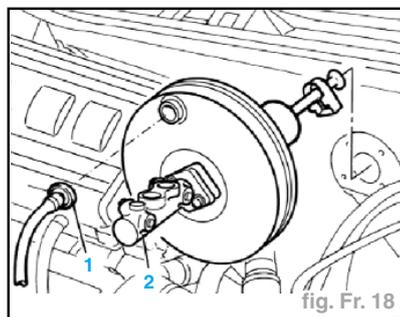

fig. Fr. 18
- Détacher le tuyau de prise dépression de la soupape unidirectionnelle sur le servofrein (1).
- Retirer du compartiment moteur l'ensemble servofrein-pompe (2) (fig. Fr. 18).